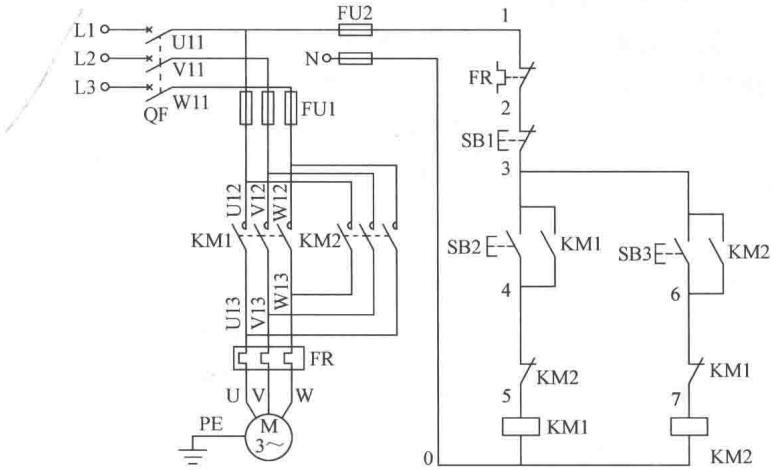

图 3-1 接触器互锁正反转控制电路原理图
识读接触器互锁正反转控制电路原理图，如图 3-1 所示，并完成以下任务。
1. 明确图 3-1 中所用电器元件名称及其作用，并填入表 3-1 中。
2. 小组讨论图 3-1 中接触器互锁正反转控制电路工作原理。